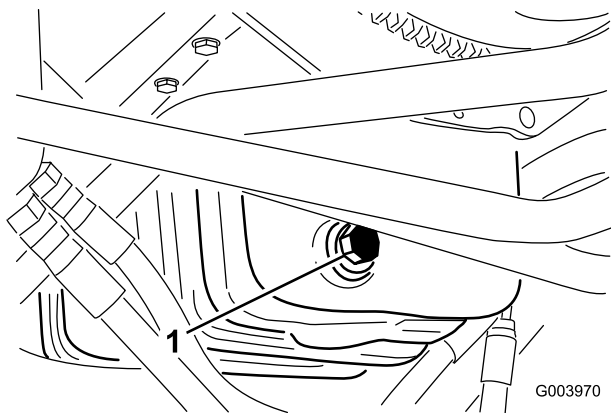

図 60
1. ドレンプラグ（図 60）を外してオイルを容器に受ける。